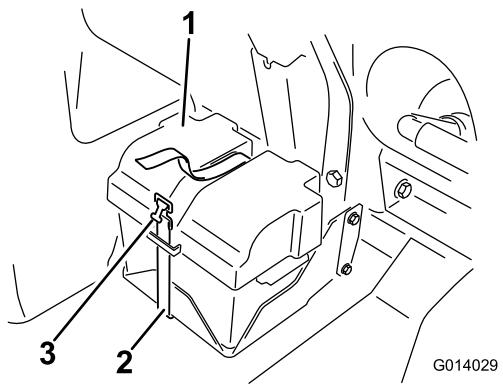
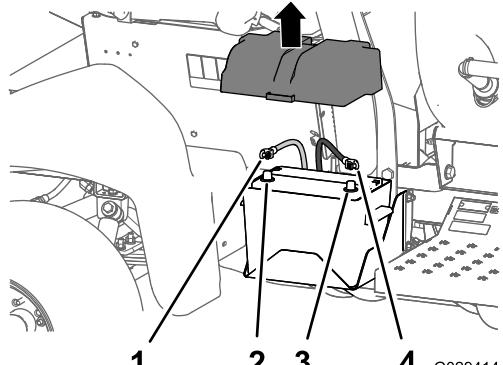

Figura 2
Figura 3
- Retire la tapa de la batería y desconecte el cable negativo (negro – suelo) del borne de la batería (Figura 2) y (Figura 3).
2. Desconecte el cable positivo (rojo) del borne de la batería (Figura 3).